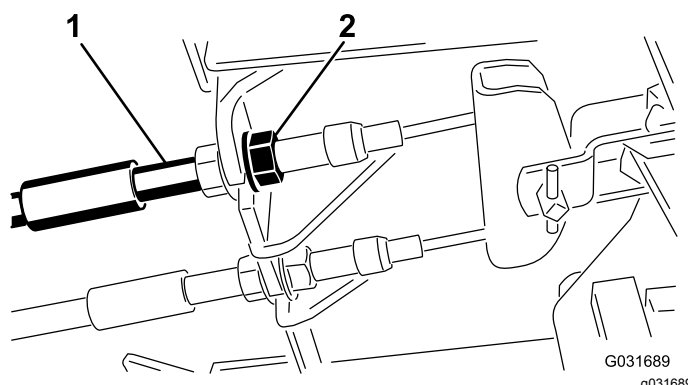

Figura 85
1. Para reducir la holgura de los pedales de freno, apriete los frenos aflojando la tuerca delantera del extremo roscado del cable de freno (Figura 85).